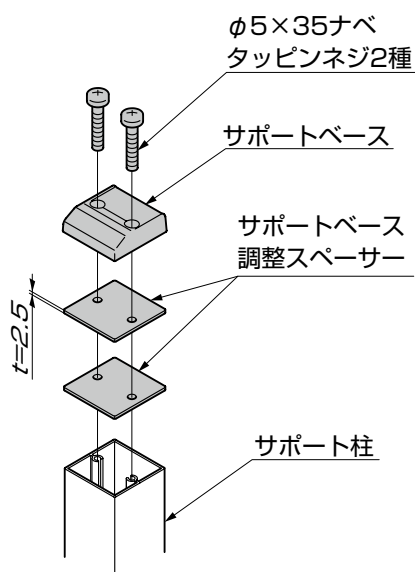

図22-3
- ②コンクリート硬化後、引戸を開閉してサポート柱の高さを確認してください。
- ③戸車の高さに合わせてサポートベース調整スペーサーの枚数を変更してください。(図22-3参照)